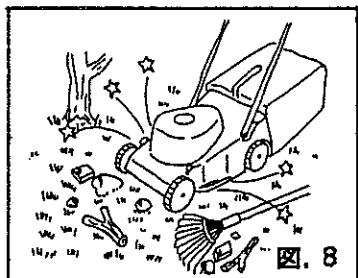

図.8
- (1) ご使用前に、芝生の中の石、木片、金属片等の異物を必ず取り除いて下さい。 (図. 8)
- (2) 芝刈機の刈り込み幅を全部使わないで、常に刈り込み幅の約  $1/3$  程度重複して刈れば、平らにしかもきれいに刈れます。